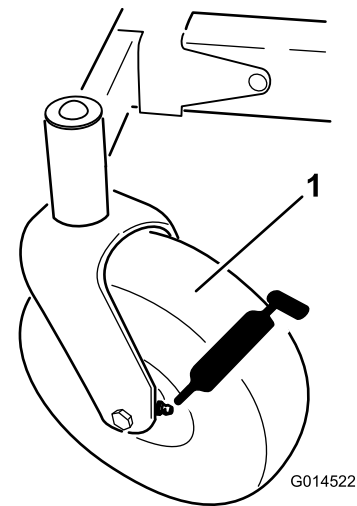
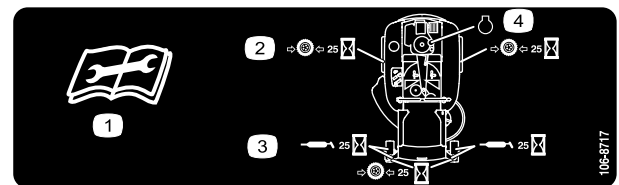

Figura 26
Figura 27
3. Limpie con un trapo los puntos de engrase (Figura 26 y Figura 27). Asegúrese de raspar cualquier pintura que hubiera sobre los puntos de engrase.
4. Conecte una pistola de engrasar a cada punto de engrase (Figura 26 y Figura 27). Bombear grasa hasta que empiece a rezumar grasa de los cojinetes.